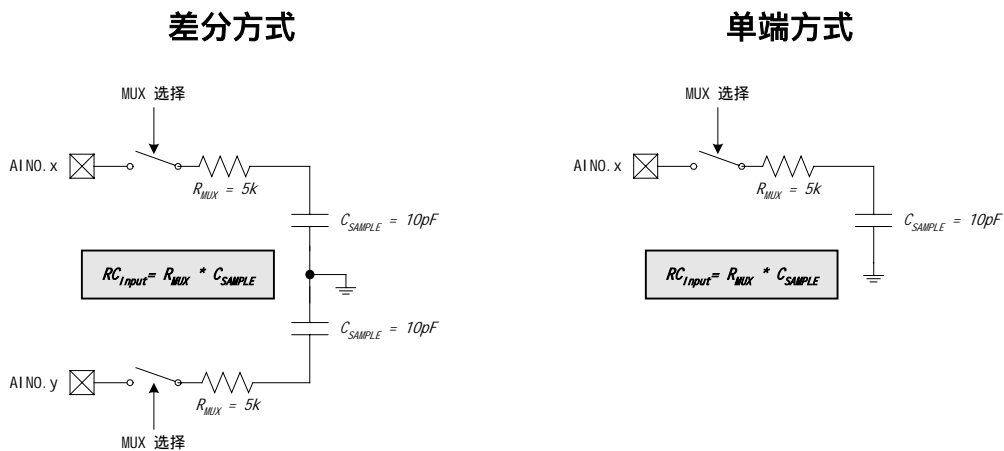

图 5.5 ADC0 等效输入电路
在进行一次精确的转换之前，需要有一个最小的跟踪时间。该跟踪时间由 ADC0 模拟多路器的电阻、ADC0 采样电容、外部信号源阻抗及所要求的转换精度决定。图 5.5 给出了单端和差分方式下等效的 ADC0 输入电路。注意：这两种等效电路的时间常数完全相同。对于一个给定的建立精度 (SA)，所需要的 ADC0 建立时间可以用方程 5.2 估算。当测量温度传感器的输出时， $R_{TOTAL}$  减小  $R_{MUX}$ 。注意：在低功耗跟踪方式，每次转换需要用三个 SAR 时钟跟踪。对于大多数应用，三个 SAR 时钟可以满足跟踪需要。最小建立/跟踪时间要求见表 5.2。